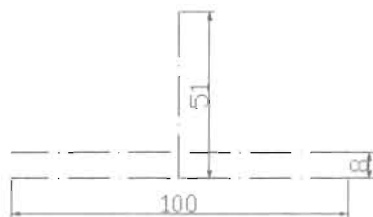

图 4-160
(1) 绘制一条长度为 100mm 的水平直线，然后过直线的中点绘制一条垂直向上的直线（垂直直线的长度为 51mm），接着把水平直线垂直向上复制一份，复制距离为 8mm，如图 4-160 所示。